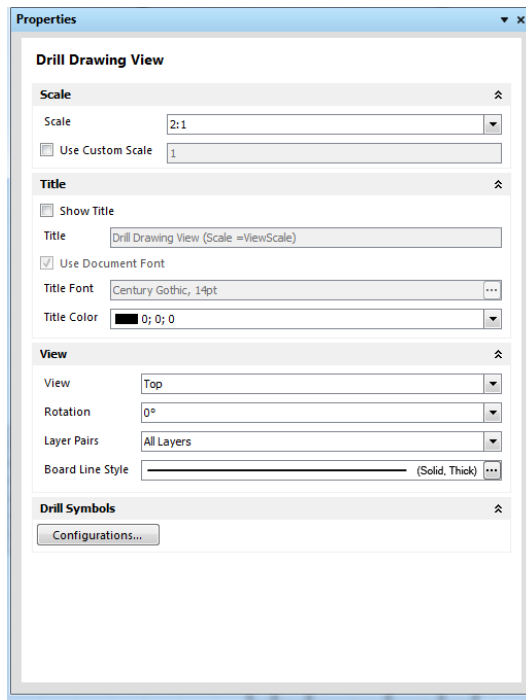

Рис. 6.3
3) У вікні, що відкрилося (Рис. 6.3), зі списку **Scale**, оберіть масштаб 2:1.